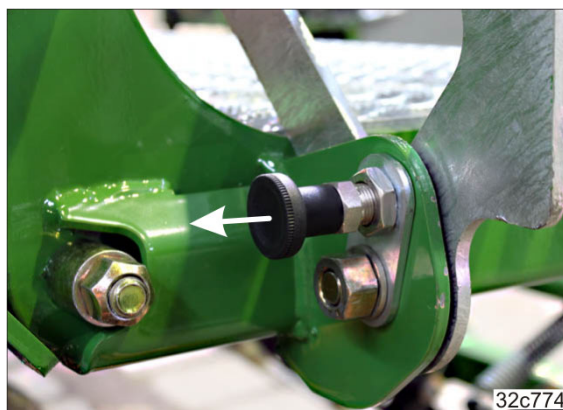

Fig. 142
**Un verrou (Fig. 142) forme le verrouillage de transport mécanique des marches.**